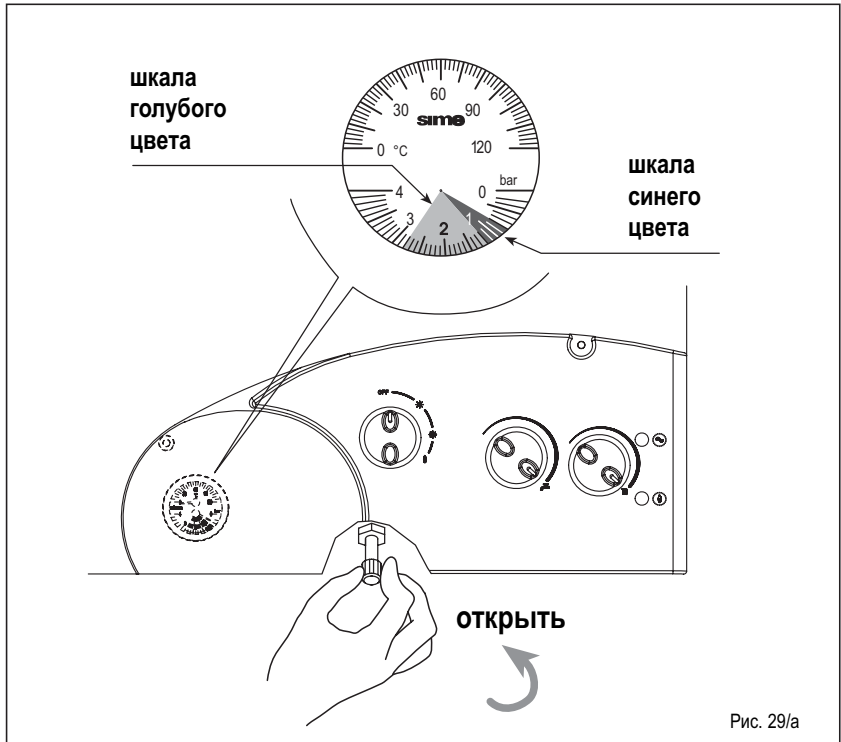

Рис. 29/а
- **Восстановление давления в системе отопления** (рис. 29/а)